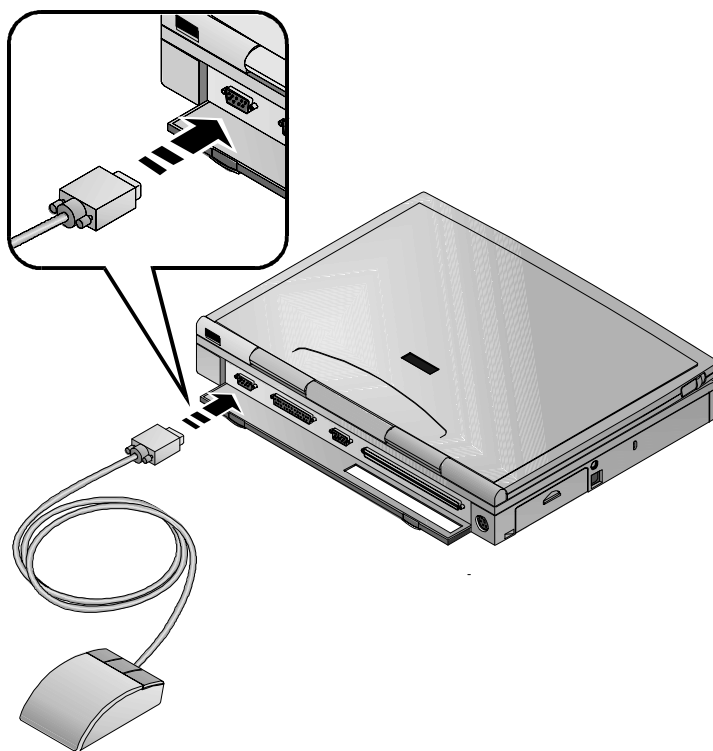

Figure 4-3 : connexion d'une souris série
1. Connectez le câble de la souris au port série du notebook situé à l'arrière du notebook (voir la figure 4-3).